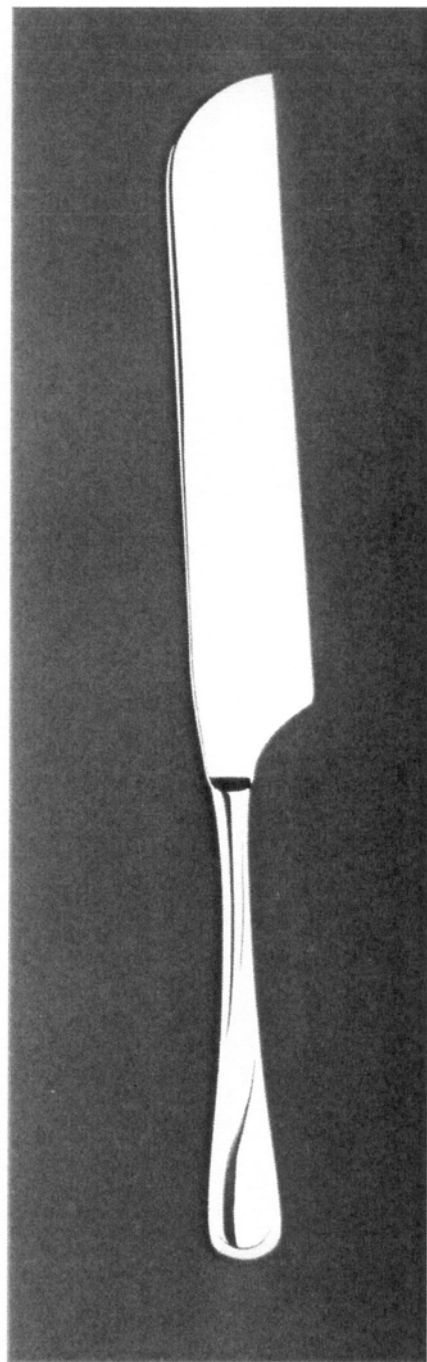

Fig. 1.4.2
- Fig. 1.4.2. przedstawia widok noża do ciasta z tyłu